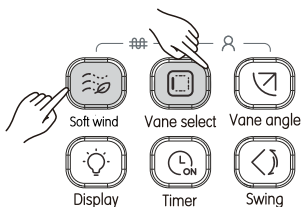

Abb. 3.20
- 1) Drücken Sie zum Verriegeln gleichzeitig auf  und  (siehe Abbildung 3.20). Jetzt erscheint das Verriegelungssymbol  an der Anzeige.